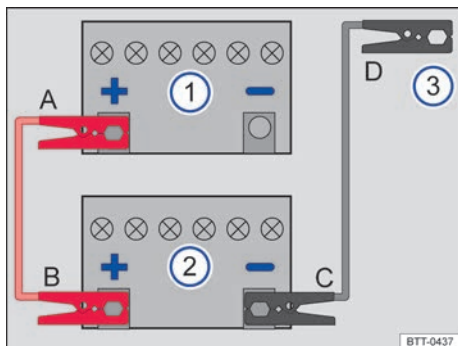
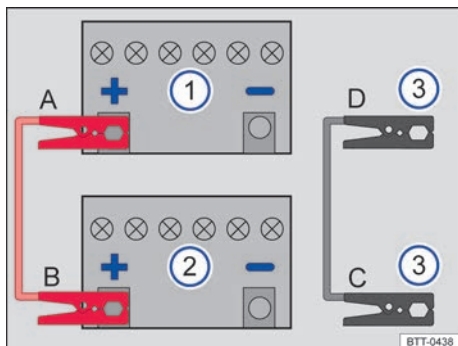

图 195 跨接起动不带发动机自动起停系统轿车时的跨接电缆连接方法：无电蓄电池 ① 和供电蓄电池 ②
图 196 跨接起动带发动机自动起停系统轿车时的跨接电缆连接方法：无电蓄电池 ① 和供电蓄电池 ②
必须按上图所示 A - B - C - D 的顺序连接跨接电缆 ⇒ 图 195 和 ⇒ 图 196。
- 将红色跨接电缆的一端连接到无电蓄电池 ① 的正极接线柱 ⇒ 图 195 (+) 或 ⇒ 图 196 (+) ⇒ ▲。
- 将红色跨接电缆的另一端连接到供电蓄电池 ② 的正极接线柱 (+)。
- 不带发动机自动起停系统的轿车：将黑色跨接电缆的一端连接到供电蓄电池 ② 的起动连接点（接地点）⇒ 第 272 页，如无起动连接点，则连接到供电蓄电池的负极接线柱 (-) ⇒ 图 195。
- 带发动机自动起停系统的轿车：将黑色跨接电缆 ③ 的一端连接到跨接起动点（接地点）⇒ 第 272 页，如无跨接起动点，则连接到轿车前端牵引环上 ⇒ 第 276 页，或连接到发动机缸体上或发动机缸体上的螺栓连接金属部件上 ⇒ 图 196。
- 将黑色跨接电缆 ③ 的另一端连接到无电蓄电池 ① 的跨接起动点（接地点）⇒ 第 272 页，如无跨接起动点，则连接到轿车前端牵引环上 ⇒ 第 276 页，或连接到发动机缸体上或发动机缸体上的螺栓连接金属部件上 ⇒ ▲。
- 必须按上图所示 D - C - B - A 的顺序拆卸跨接电缆 ⇒ 图 195 和 ⇒ 图 196。